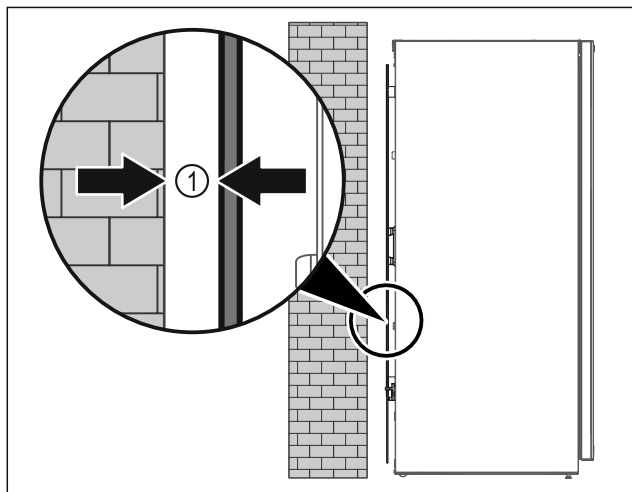

Fig. 10
► Ustavte spotřebič buď volně v místnosti nebo přímo u stěny v minimální vzdálenosti 5 mm Fig. 10 (1).